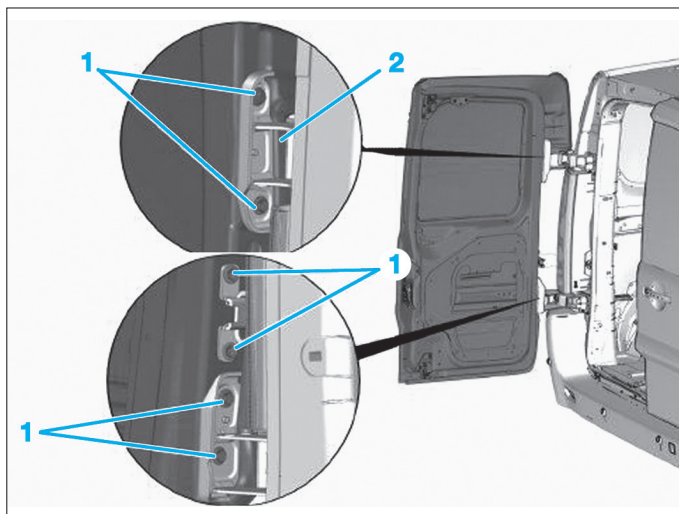

Fig. 99
- Déposer les vis (1) de charnière de porte (2) (Fig.99).